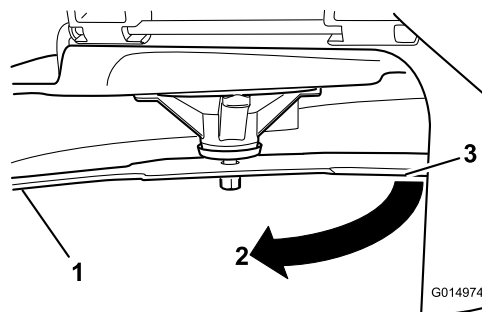

**Figuur 59**
2. Trek dikke handschoenen of andere adequate handbescherming aan en draai langzaam het mes in een stand die meting mogelijk maakt van de afstand tussen de maairand en het egale oppervlak waarop de machine staat (Figuur 59).